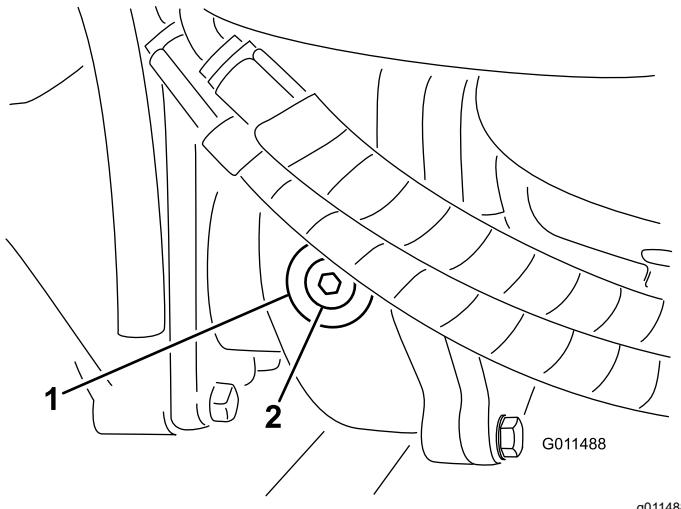

Figura 71
2. Retire el tapón de verificación/llenado del lado izquierdo de la caja de engranajes (Figura 71) y asegúrese de que el lubricante llega al borde inferior del orificio. Si el nivel es bajo, añada suficiente lubricante para que el nivel llegue al borde inferior del orificio.